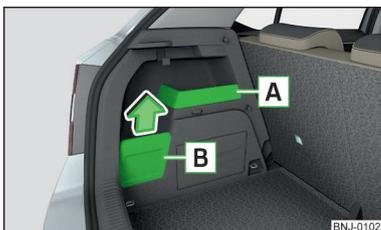

Fig. 94
- Se possível, colocar a peça de bagagem suspensa no gancho no compartimento de arrumação **B** » Fig. 94 na página 79 - caso contrário, existe perigo de danificação da tampa do compartimento de arrumação.
- Se suspender uma peça de bagagem com um peso superior a 2,5 kg no gancho, recomendamos retirar a tampa do compartimento de arrumação **B** » Fig. 94 na página 79 - caso contrário, existe perigo de danificação da tampa do compartimento de arrumação.
O compartimento de arrumação fixo **A** » Fig. 94 é adequado para pousar objetos pequenos até um peso de 1,5 kg.